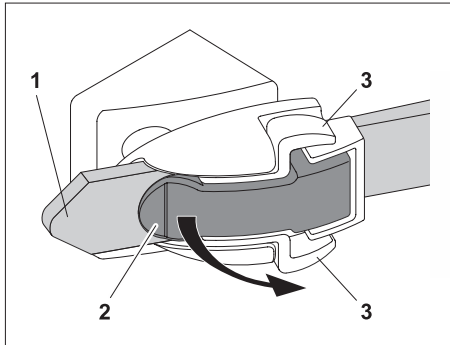

Abb. 36: Markerball-Antenne – Schloss des Ratschenbandes
2. Lösen Sie das Ratschenband (Abb. 36).